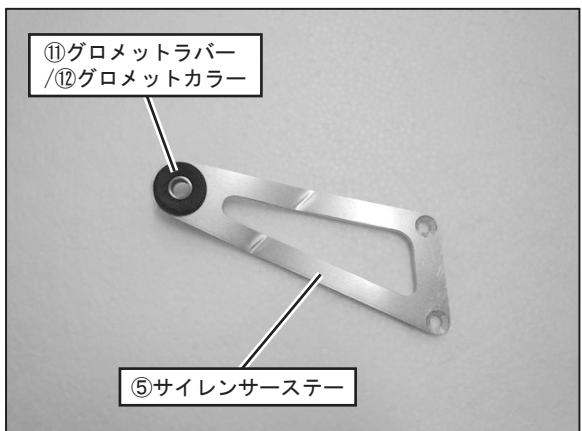

FIG. 4
4. ⑤サイレンサーステーに⑪グロメットラバー、⑫グロメットカラーを取り付けて下さい。 (FIG. 4 参照)